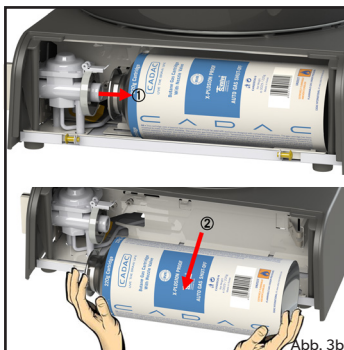

Abb. 3b
- Öffnen Sie den Kartuschendeckel und entnehmen Sie die Kartusche in waagerechter Position (wie in Abb. 3b gezeigt).